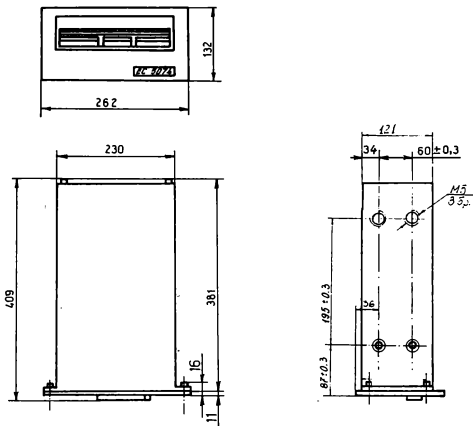

Рис. 3
- 3.6. Физические характеристики: /рис.3/